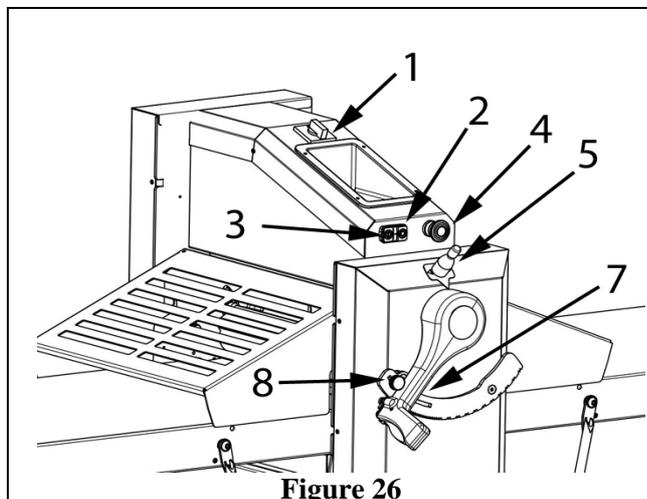
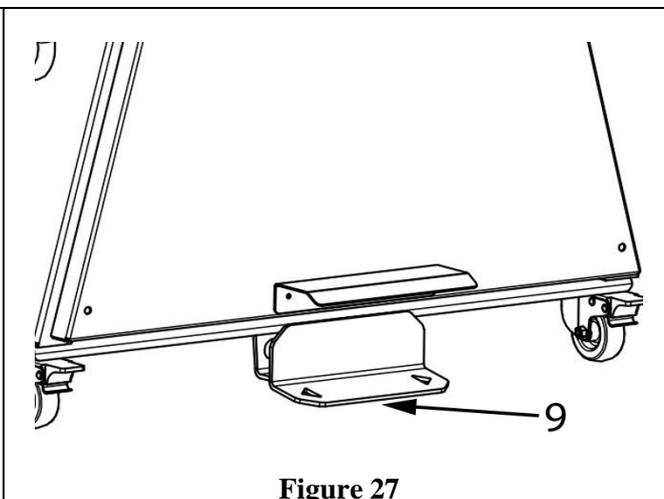
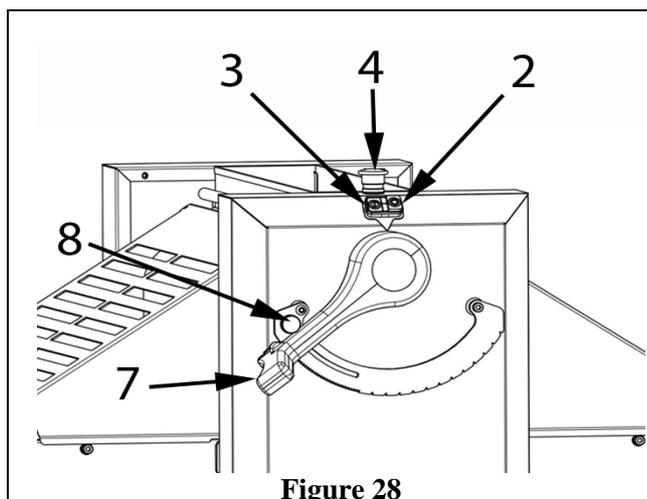
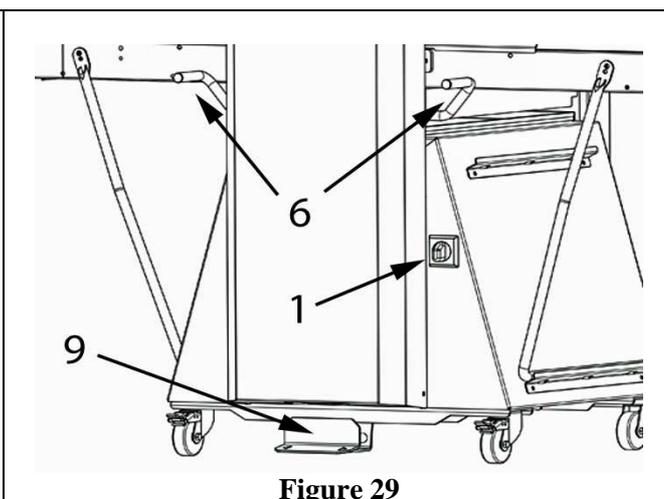

Figure 26
Figure 27
Figure 28
Figure 29
2. libérer le membre coincé en agissant sur le levier de réglage d'épaisseur (Figure 26 ou Figure 28 pos.7) après avoir appuyé sur le déverrouillage (Figure 43, pos.1);
Laminoir Q50B – Q50S – Q500 (Figure 26 et Figure 27)
2. Mettez la machine sous tension en tournant l'interrupteur du sectionneur général (Figure 26, pos.1) en position 1-ON.
3. Déverrouillez le bouton d'urgence rouge si nécessaire (Figure 26, pos.4).
5. Mettez la machine en marche en appuyant sur le bouton de démarrage (Figure 26, pos.3).
6. Actionnez le joystick (Figure 26, pos.5, non présent sur les modèles Q600 et Q670) ou la pédale (Figure 27 ou Figure 29, pos.9, non présente sur les modèles Q50) ou les leviers de marche arrière (Figure 29, pos.6, non présente sur les modèles Q50 et Q500) vers la droite ou vers la gauche pour démarrer les mouvements de la machine dans le sens souhaité.
Lorsque la pâte a complètement traversé les rouleaux, c'est-à-dire qu'une phase de lamination est terminée, pour que les tapis effectuent le sens inverse et procèdent à la phase de lamination suivante, agissez sur la manette (Figure 26, pos.5, non présent dans le Q600 et Q670) ou sur la pédale (Figure 27 ou Figure 29, pos.9, non présente sur les modèles Q50) ou sur les leviers de marche arrière (Figure 29, pos.6, non présente sur les modèles Q50 et Q500).